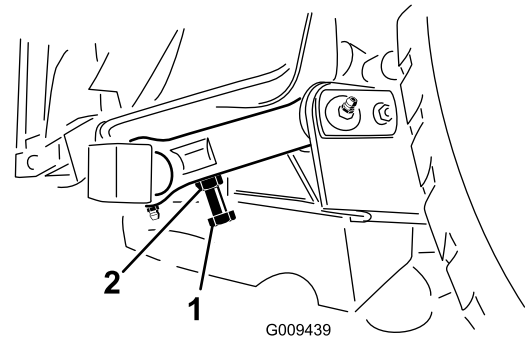

Figura 27
3. Para ajustar la distancia, localice el perno de ajuste del acoplamiento basculante trasero de la carcasa de corte (Figura 27).